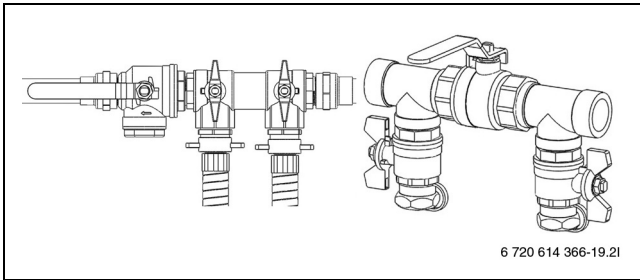

Bild 25 Befüllanlagen in Befüllposition
- Ventile der Befüllanlage auf die Befüllposition stellen (→ Bild 25).